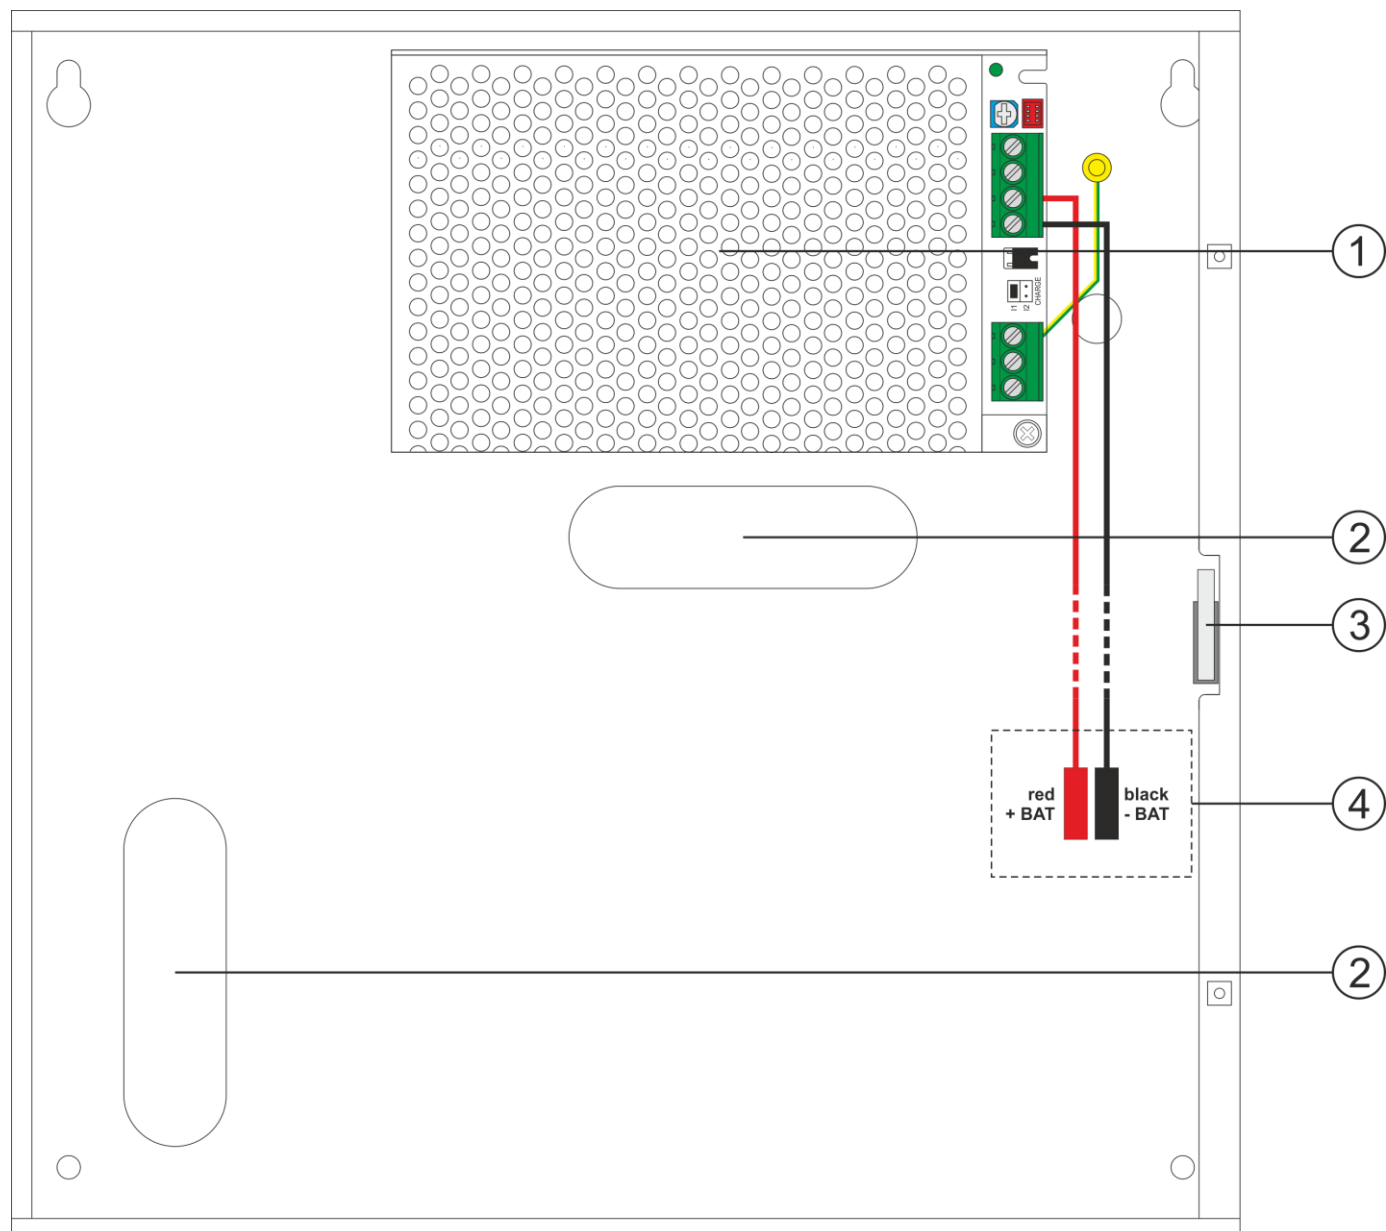
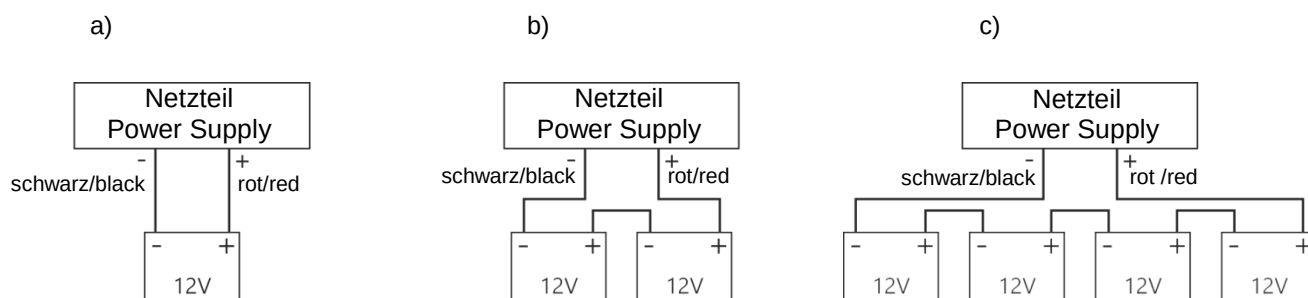

Abb.3. Netzteil-Ansicht.
Abb. 4 Batterieanschluss je nach Spannungsversion des Netzteils:
Tabelle 2. Netzteil-Ansicht (siehe Abb. 3).
6. Batterie(n) am vorgesehenen Platz im Gehäuse montieren (Abb. 3). Es sind Verbindungen zwischen der Batterie und der Leiterplatte des Netzteils herzustellen und dabei besonders auf die richtige Polarität und Art der Anschlüsse zu achten (Abb.4):